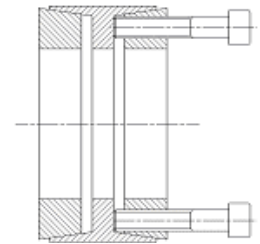

Bild 2
9.2 Die Anzahl an Spannschrauben, wie Abdrückgewinde im vorderen Innenring vorhanden sind, in die Abdrück-Gewindebohrungen eindrehen, bis sie am Flansch des Außenrings anstoßen (siehe Bild2).